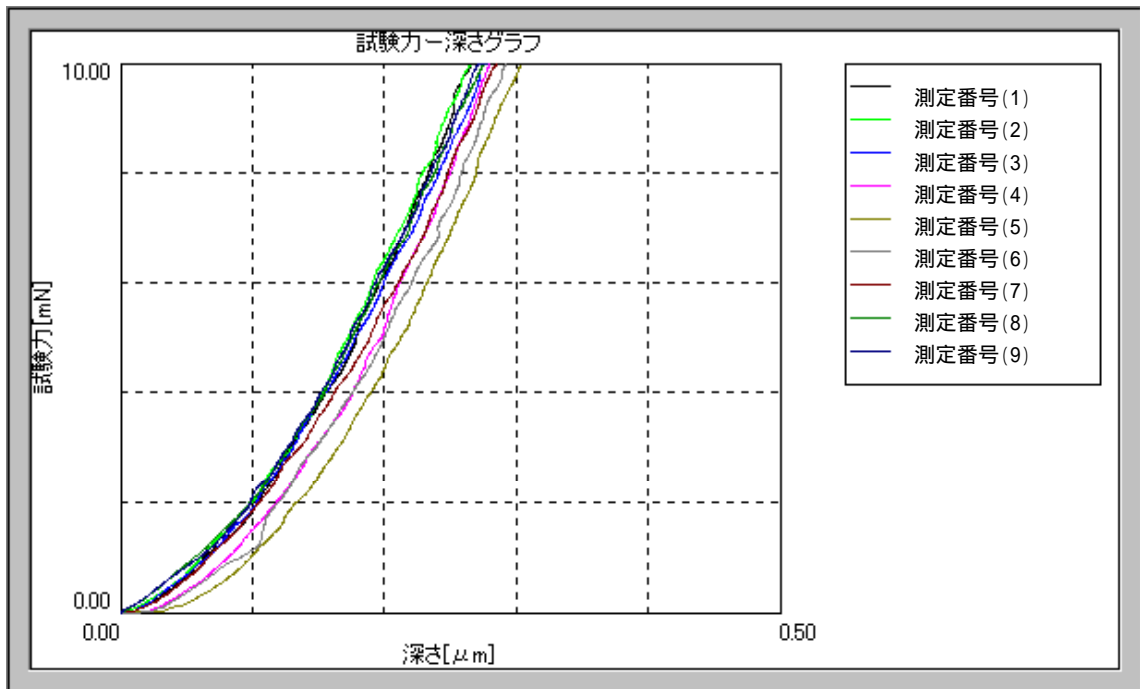

図5 試験力 深さグラフ
- 1) 試験力 10mN で圧子押し込み試験した結果のまとめ(平均値)を表1に、試験力 深さグラフを図5に示します。